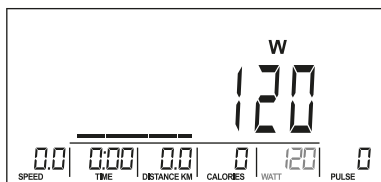

Рис. 22
2. За допомогою регулятора створіть профіль користувача (Рис. 22). Відрегулюйте рівень опору в кожному з 8 колонок програми користувача. Утримуйте MODE / ENTER 2 секунди, щоб вийти з режиму під час програмування.